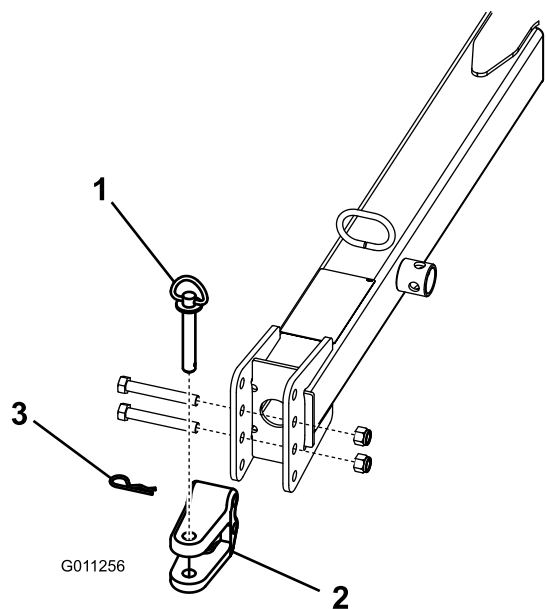

図 9
- ・ ヒッチ・クレビス (図 9) をヒッチ・トングに固定しているボルトとロックナットを外す。